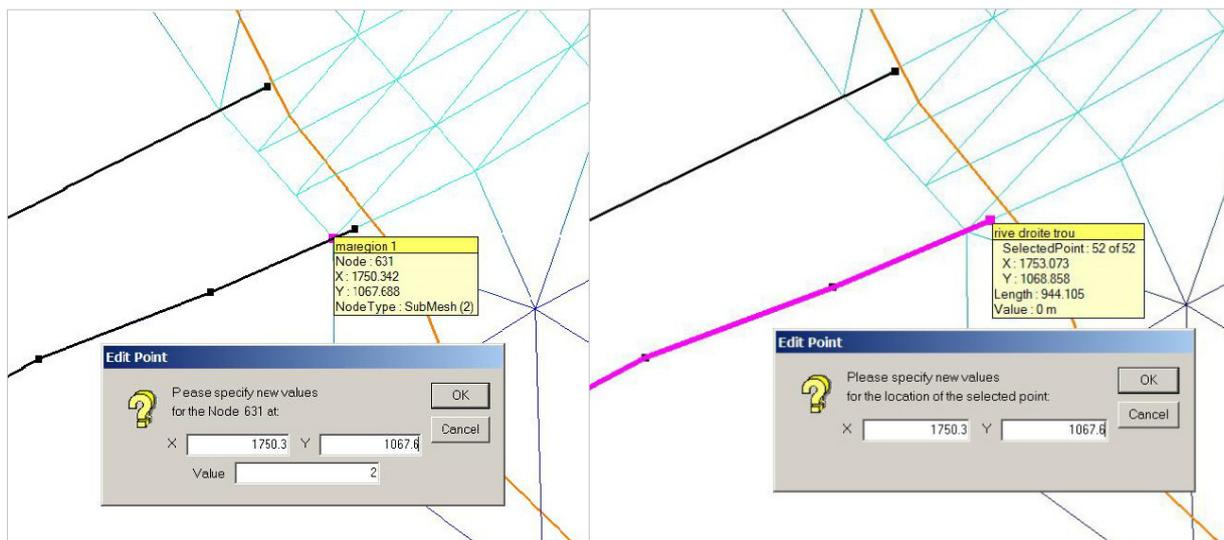

FIGURE 2.12 – Lecture et modification des coordonnées des points du maillage global et de la rive droite
- Zoomez sur le passage Est du trou, cliquez sur le maillage général *maregion 1* pour être sûr de bien le choisir, double cliquez sur le point de la frontière du maillage correspondant à la rive droite, cliquez droit, **EDIT SELECTED NODE**, modifiez les coordonnées du point avec une décimale : **1750.3, 1067.6** (Fig. 2.12 gauche,)
- cliquez sur la ligne de la *rive droite* pour être sûr de bien la sélectionner, double cliquez sur le dernier point de la rive droite, cliquez droit, **EDIT SELECTED NODE**, spécifiez les mêmes coordonnées pour ce point avec une décimale : **1750.3, 1067.6** (Fig. 2.12 droite) de manière à ce que les berges du canal et le maillage correspondent